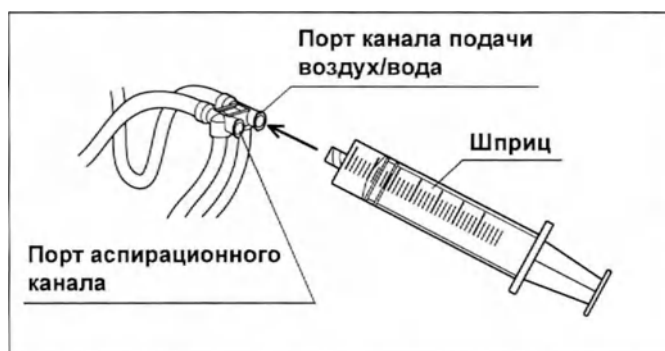

Рис. 6.17
- 3 Присоедините шприц к порту канала подачи воздух/вода инъекционной трубки. (см. рис. 6.17)
- 9** Присоедините шприц к порту канала подачи воздух/вода инъекционной трубки. (см. рис. 6.17)